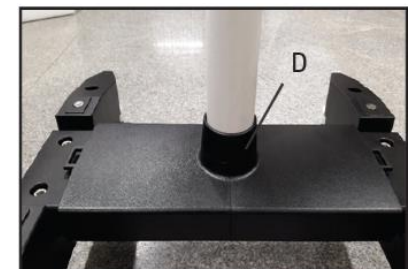

Abb. 37
2. Achten Sie darauf, dass bei der Montage der Säulenring D an seiner Stelle fixiert ist, wie in Abb. 37 gezeigt.